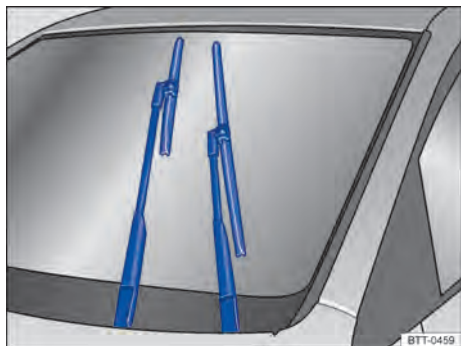

Fig. 144 Limpadores do para-brisa na posição de serviço.
Na posição de serviço, os braços dos limpadores do para-brisa podem ser erguidos do para-brisa. Para colocar os limpadores do para-brisa na posição de serviço → Fig. 144, proceder conforme segue:
- Antes de suspender os braços dos limpadores do para-brisa, colocá-los na posição de serviço → Fig. 144.
Observar nos limpadores do para-brisa: colocar os braços dos limpadores do para-brisa na posição de serviço antes de rebater para fora → Fig. 144.
– Antes de suspender os braços dos limpadores do para-brisa, colocá-los na posição de serviço → Fig. 144.